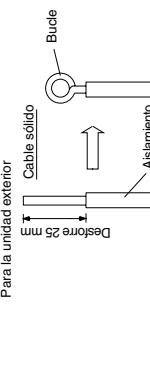

Fig. 3-25
- (1) Corte el extremo del cable con alicates de corte y quite el aislante para exponer el cable unos 25 mm. (Fig. 3-25)